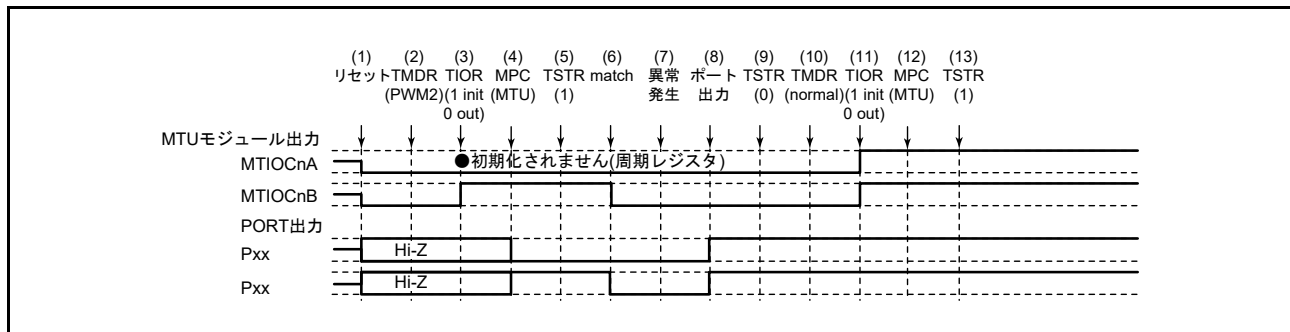

図 24.166 PWM モード 2 で異常が発生し、ノーマルモードで復帰する場合
PWM モード 2 で異常が発生し、再設定後ノーマルモードで再スタートする場合の説明図を図 24.166 に示します。
(1) ～ (9) は図 24.166 と共通です。
(10) PWM モード 1 を設定します。
(11) TIOR レジスタで端子を初期化してください (PWM モード 1 では MTIOcNB (MTIOcND) 端子に波形が出力されません。出力すべきレベルがある場合は、I/O ポートのポート方向レジスタ (PDR)、ポート出力データレジスタ (PODR) で汎用出力ポートの設定をしてください)。
(12) MPC と I/O ポートのポートモードレジスタ (PMR) で MTU 出力としてください。
(13) TSTRA レジスタで再スタートします。
(1) ~ (9) は図 24.166 と共通です。
(10) PWM モード 2 で再スタートする場合には必要ありません。
(11) TIOR レジスタで端子を初期化してください (PWM モード 2 では周期レジスタに使用した TGR レジスタに対応する端子に波形が出力されません。出力すべきレベルがある場合は、I/O ポートのポート方向レジスタ (PDR)、ポート出力データレジスタ (PODR) で汎用出力ポートの設定をしてください)。
(10) 位相計数モードを設定します。
(11) TIOR レジスタで端子を初期化してください。
(13) TSTR レジスタで再スタートします。